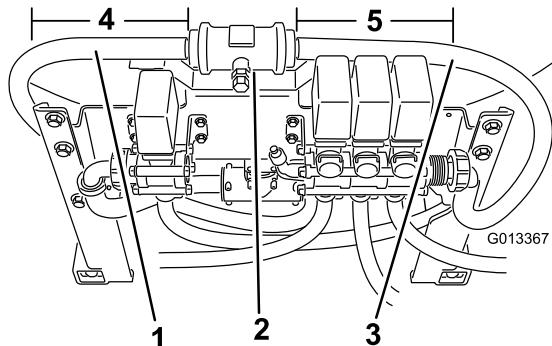

Figura 21
1. Allentate il dado ad alette che fissa l'estremità del flessibile di alimentazione della barra, collegato sul lato destro delle valvole di alimentazione della barra, e scollate il flessibile (Figura 21).
7. Rimuovete il dispositivo di fissaggio e scollegate il flessibile di alimentazione del flussometro dal raccordo a T. Tagliate il flessibile a 81 cm a sinistra del flussometro (Figura 21). Scartate il tratto di flessibile **non** attaccato al flussometro.